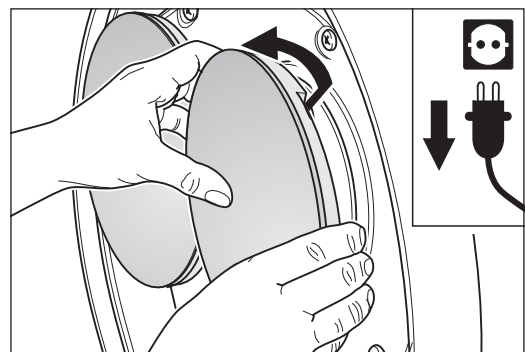

Fig. 37 Saisissez le disque en passant le bout des doigts derrière lui et tirez-le vers l'avant.
- 5 Enlevez les plateaux de ponçage ou les brosses. A cet effet, saisissez le plateau en passant les bouts des doigts derrière lui et enlevez-le ainsi des supports en caoutchouc (fig. 37).